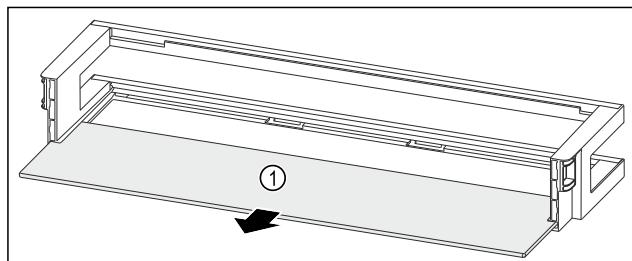

Fig. 118 Vratna polica z odlagalno polico
- Odstranite polico za odlaganje Fig. 118 (1).